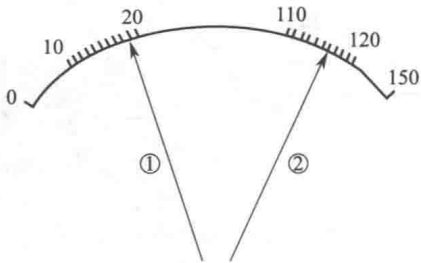

图 1.1.2 指示仪表有效数字读数示意图
① 读数——指针式仪表的指针所指出的标尺值并用格数表示，测量时应首先记录仪表的读数。如图 1.1.2 所示为某电压表的均匀标度尺有效数字读数示意图，图中指针的两次读数为 18.8 格和 115.9 格，它们的有效数字位数分别为 3 位和 4 位。